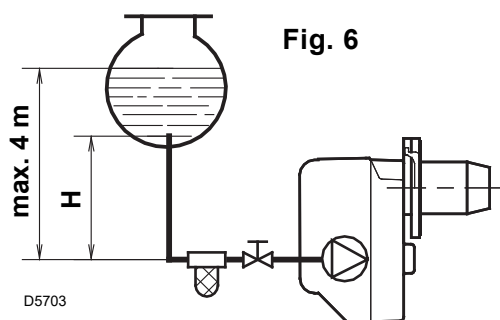
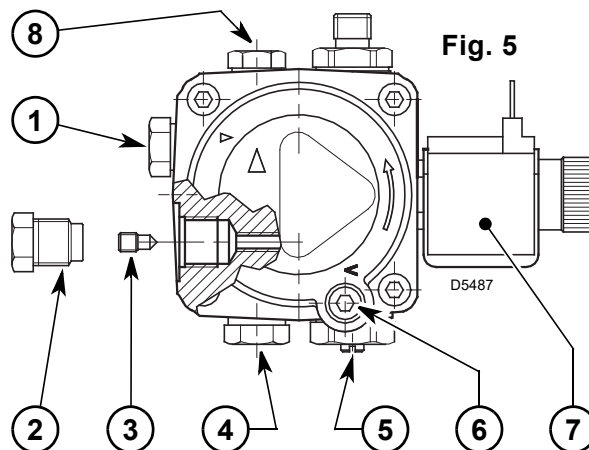

Fig. 6
Fig. 5
- La pompe est prévue pour un fonctionnement en bitube. Pour le fonctionnement en mono-tube, il faut dévisser le bouchon de retour (2), enlever la vis de by-pass (3) et ensuite revisser le bouchon (2), (voir fig. 5).
Dans l'installation en fig. 6, il faut desserrer le raccord du vacuomètre (5, fig. 5) jusqu'à la sortie du combustible.
Pour modifier ce réglage, jouer sur la vis (4, fig. 5, page 4).